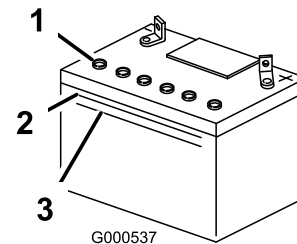

Figura 43
1. Examine a parte lateral da bateria. O eletrólito tem de estar ao nível da linha superior (Figura 43). Não deixe que o nível de eletrólito desça abaixo da linha inferior (Figura 43).
3. Retire as tampas de ventilação da bateria (Figura 43).
4. Encha devagar cada célula da bateria com água destilada até que o nível de eletrólito atinja o nível da linha Superior (Figura 43) na caixa da bateria.
5. Aguarde cerca de cinco a dez minutos após encher as células da bateria. Adicione água destilada, se necessário, até que o nível de eletrólito atinja a linha Superior (Figura 43) na caixa da bateria.